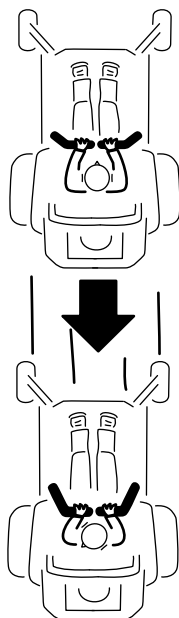

Figura 27
- Per fare retromarcia tirate lentamente verso dietro le leve di controllo del movimento (Figura 27).